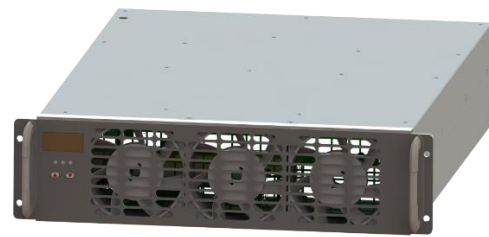

Рисунок 5.7. Зарядний модуль
1. Модулі постачаються в окремому пакуванні. Розпакувати зарядні модулі (рис. 5.7).